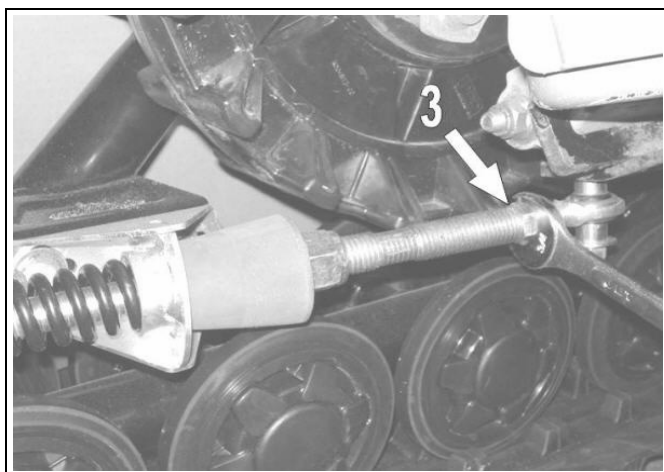

Figura 10
NOTA: in alcuni casi quando la regolazione del dado (1), attraverso la compressione della molla, è vicina all'estremità della barra filettata, allungare la barra sbloccando il controdamo (oggetto 3 nella Figura 10) e svitare la barra per ottenere un massimo di 19 mm di filettatura visibile. Serrare nuovamente il controdamo.